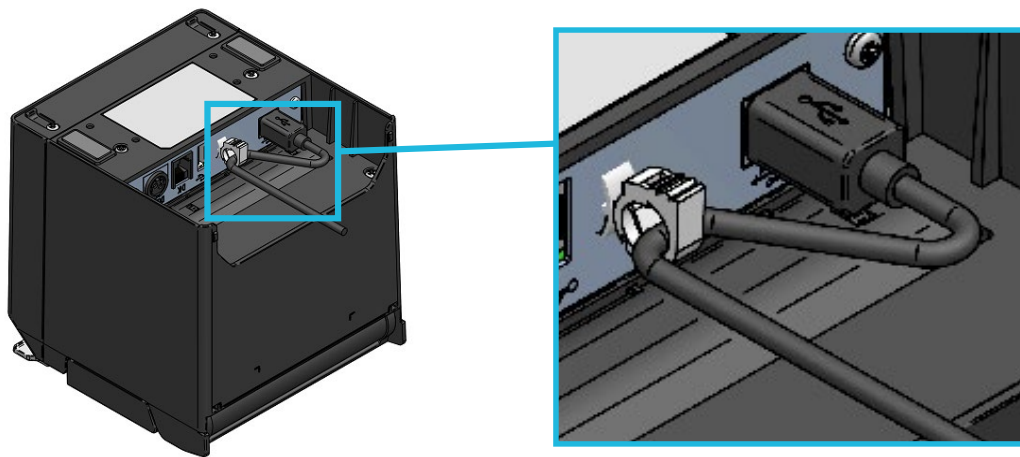
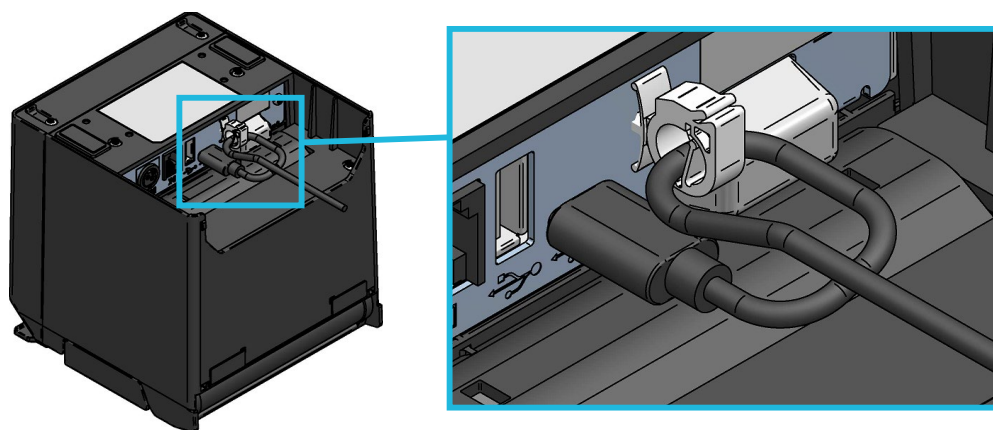

Рисунок 12-2 Крепление к принтеру кабеля USB
Рисунок 12-4 Крепление к принтеру кабеля USB Type-C
- (1) Убедитесь, что принтер выключен.
- (2) Подсоедините использующийся интерфейсный кабель к разъему соответствующего интерфейса на задней стенке принтера. (Прикрепите кабель USB с помощью зажима для кабеля, как показано (см. Рисунок 12-2 для подключения кабеля USB и Рисунок 12-4 для подключения кабеля USB Type-C).)
- (3) Включите принтер и отправьте данные с управляющего устройства на принтер.
- (4) Убедитесь, что данные отпечатаны правильно.